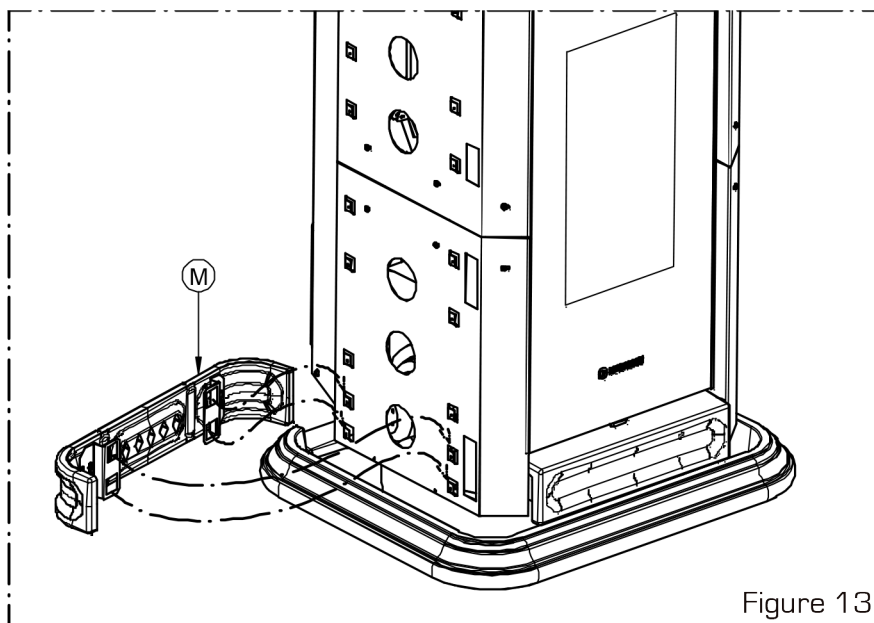

Figure 13
- Enclencher les céramiques latérales N et M (Figures 13, 14 et 15)